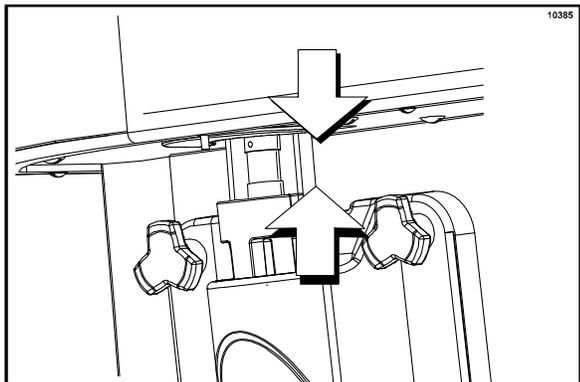

图 125
15. 升高混合搅拌器连轴器的锁定套圈，并将搅拌杆插入连轴器的空腔内，直到锁定套圈能够落入锁定位置。（见图 125。）